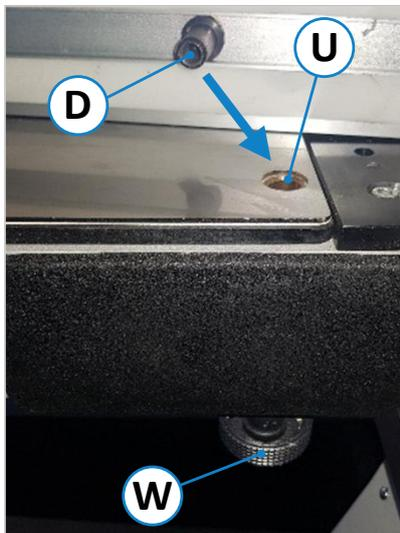
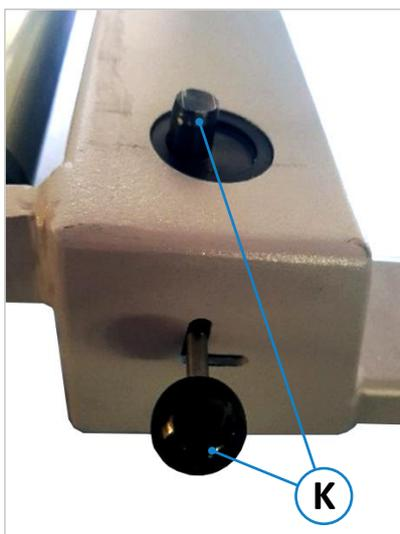
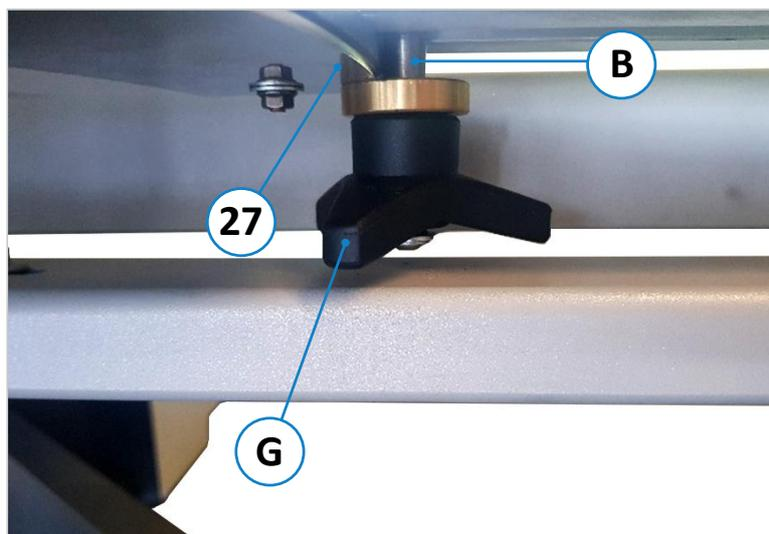
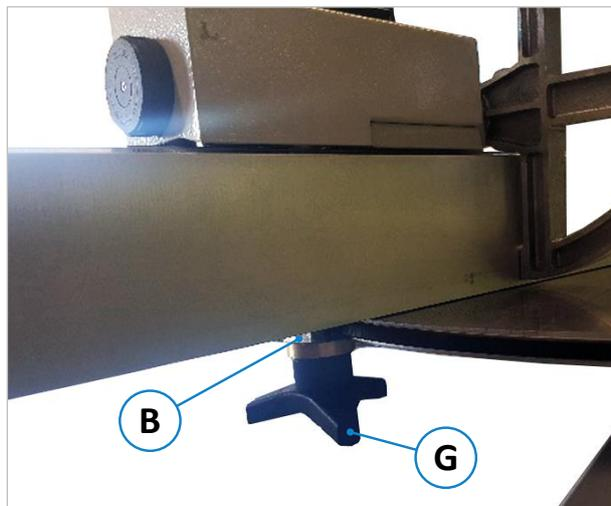

Figure 27 : monter le guide télescopique
Figure 29 : préparer une coupe à 90°
Figure 30 : placez le boulon de guidage sur la plaque d'angle
Figure 32 : régler le rail de guidage télescopique
- Poser le guide télescopique (13) sur le châssis à équarrir (22) en introduisant le palier de rotation (D) du guide télescopique (13) dans le guide d'arrêt (U) du châssis à équarrir (22), voir ⇒ Figure 27.
- Enclencher le guide télescopique (13) sur le châssis à équarrir (22) avec le boulon d'arrêt arrière (K) dans la rainure prévue sur le guide télescopique (voir ⇒ Figure 29). Le boulon de guidage (B) doit être en contact avec la plaque de butée angulaire (27), voir ⇒ Figure 30.
- Desserrer le levier pour le boulon d'arrêt (K), la poignée-étoile (G) et la molette d'arrêt (W) (voir ⇒ Figure 27, ⇒ Figure 29 et ⇒ Figure 30).
- Le boulon de guidage (B) doit être en contact avec la plaque de butée angulaire (27), voir ⇒ Figure 30 et ⇒ Figure 32.
- Pour fixer, bien serrer la molette d'arrêt (W) et la poignée-étoile (G).